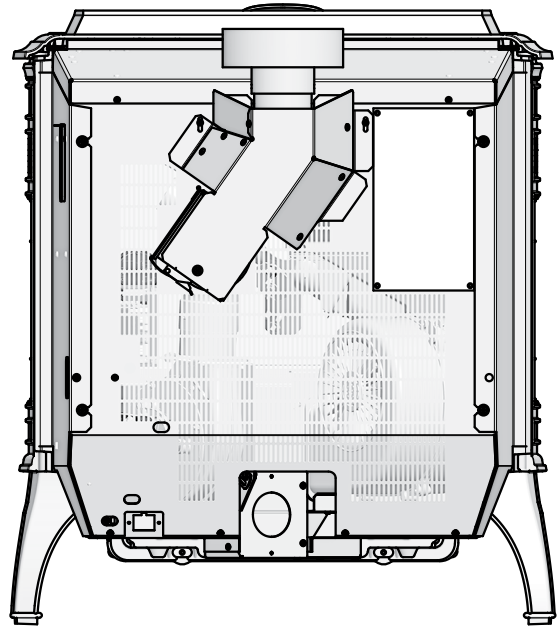

Figure 21.2
3. Alignez la fente à la gauche de l'adaptateur avec les trous du dos de l'unité, puis fixez en place avec une vis. Vous pouvez percer le trou en utilisant la mèche n° 26 fournie, mais uniquement si c'est nécessaire (**Figure 21.2**).
7. Pour nettoyer l'adaptateur supérieur de ventilation, ouvrez le couvercle de nettoyage et enlevez les débris accumulés (**Figure 21.2**).